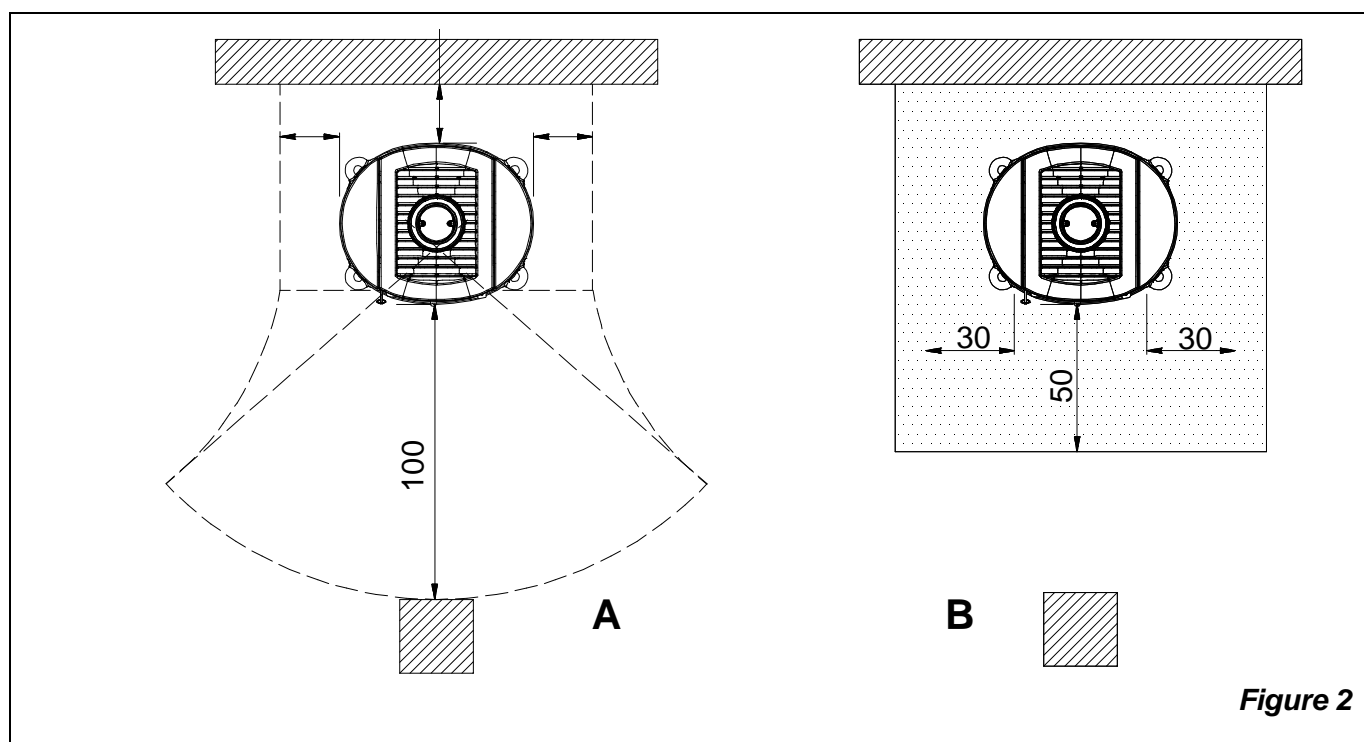

Figure 2
- pour assurer une isolation thermique suffisante, respecter la distance minimale de sécurité entre le poêle et les éléments de construction et objets inflammables et sensibles à la chaleur (meubles, revêtements en bois, tissus, etc.) (voir Figure 2 **A**). **Toutes les distances minimales de sécurité sont indiquées dans l'étiquette du produit et on il NE FAUT PAS descendre au-dessous des valeurs indiqués.**
- si le produit est installé sur un sol de matériau inflammable, prévoir une base ignifuge. **Les sols composés par matériaux inflammables**, comme moquette, parquet ou liège etc., **doivent être remplacés** par une couche de matériel pas inflammable, par exemple céramique, pierre, vitre ou acier etc.. (dimensions selon les dispositions régionales). Le fond doit dépasser d'au moins **50 cm**. de face et d'au moins **30 cm**. sur les côtés, au-delà de l'ouverture de la porte de chargement sans oublier de tenir compte de la possibilité de rotation du poêle (voir Figure 2 **B**).
- Dans le cas où le poêle est installé sur une paroi avec **matériel inflammable**, il faut **absolument remplacer** la partie de la paroi en contact avec le poêle, par une couche de matériel pas inflammable. Par exemple céramique, pierre, vitre ou acier, etc. La partie de la paroi remplacée doit avoir la même largeur du poêle et, en comptant du sol, doit dépasser la partie supérieure du poêle au moins de **100 cm** (Figure 2 **C**).